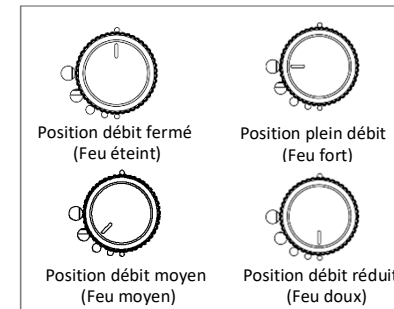

Figure 2 - Réglage de la manette de commande
5. Régler ensuite à volonté la hauteur de la flamme en tournant la ou les manettes de commande de plein débit (grand cercle) à débit réduit (petit cercle) (Voir figure 2)
6. Pour l'extinction, ramener la ou les manettes de commande sur le symbole de fermeture (O) puis fermer le robinet de la bouteille de gaz.